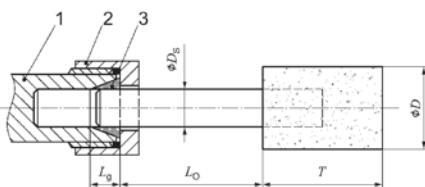

Figura 1: Lungimea de încastrare a mandrinei și clemei de strângere
- Jingeți cont de faptul următor: la corpurile abrazive mici trebuie redusă turația din cauza prelungirii distanței dintre capătul clemei de strângere și corpul abraziv mic (surplus). Respectați lungimea minimă de încastrare de 10 mm. (Consultați figura 1 și recomandările producătorului de corpuri abrazive mici).